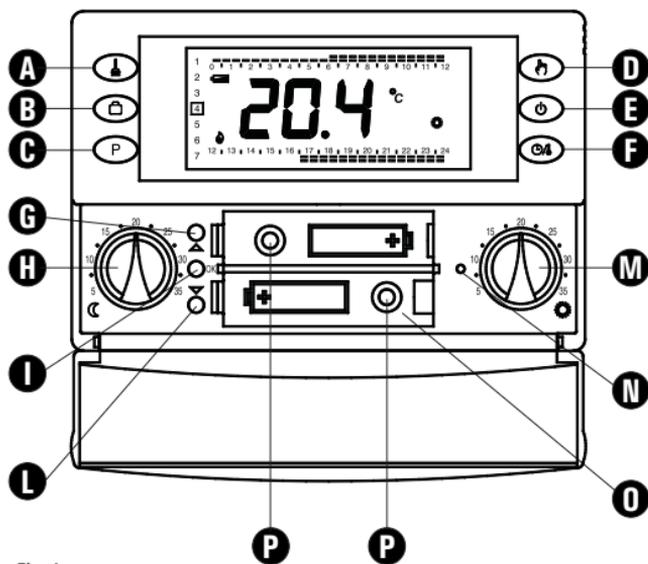

Fig. 1
A la primera puesta en función abrir el compartimento baterías **O** de Fig. 1 e insertar las pilas respetando la polaridad indicada. Las pilas deben ser de tipo AA 1.5V alcalinas.
Si es necesario realizar la operación de reset actuando con un objeto a punta a través del orificio pertinente (**N** de Fig. 1); **NO USAR UNA AGUJA O INSTRUMENTOS QUE PUEDAN DAÑAR IRREPARABLEMENTE EL CRONOTERMOSTATO.**
'OK': Programación hora e día de la semana corriente (**I** de Fig. 1);
'▲': Adelante (**G** de Fig. 1);
'▼': Atrás (**L** de Fig. 1);
La temperatura de Confort se ajusta mediante el mando giratorio  (M de Fig. 1) mientras que la temperatura Reducción se ajusta mediante el mando giratorio  (H de Fig. 1).
5. Inserir las pilas en el compartimiento pilas (O de Fig. 1); ver párrafo ' INSERCIÓN/ SUSTITUCIÓN BATERÍAS '.